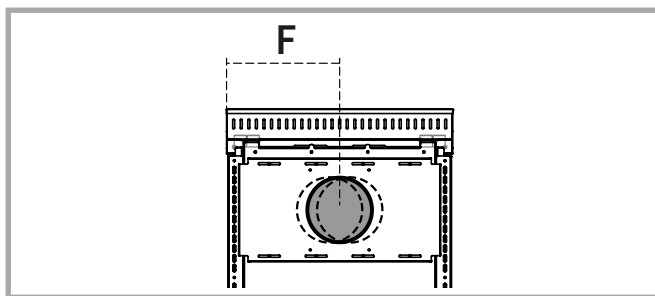

Abb. 12b - Rückansicht des Holzherdes und Darstellung der min. und max. Verschiebung des Rauchausgangs auf der Rückseite mit der zusätzlichen Anschlussplatte.
Bei allen Modellen ohne Backofen kann der Rauchausgang von rechts nach links und umgekehrt geändert werden. Außerdem ist es möglich, die horizontale und vertikale Position zu verstellen, um sich bestmöglich der Installation des Anschlussstutzens an den Rauchabzug anzupassen. Für die horizontale Regulierung müssen die 8 Schrauben der Anschlussplatte gelockert werden und sobald sich diese an der richtigen Position befindet, wieder angezogen werden. Zur Änderung der Rauchausgangsposition von rechts nach links genügt es, die Anschlussplatte abzunehmen, komplett zu drehen und wieder zu befestigen. Auf Anfrage kann Rizzoli eine zusätzliche Anschlussplatte mit Rauchausgang in den mittleren Positionen liefern (siehe Abb. 12b). Für die horizontale und waagrechte Regulierung stehen des Weiteren, dank im Lieferumfang enthaltenen Anschlussstutzen mit Bajonettverschluss, jeweils 1 cm Toleranz zur Verfügung (siehe Kapitel 2.11). In den folgenden Tabellen sind für jedes Modell die Mindest- und Maximalmaße in mm angegeben. Diese beziehen sich auf die Rauchausgangs-Mitte bis zur Außenseite. Auf Anfrage ist es möglich, eine zusätzliche Anschlussplatte für den Rauchausgang in den mittleren Positionen zu bestellen. Bei Bestellung dieser Platte muss die RauchausgangsMitte (X) angegeben werden. Diese Anschlussplatte ermöglicht horizontal einen Spielraum von ± 20 mm.